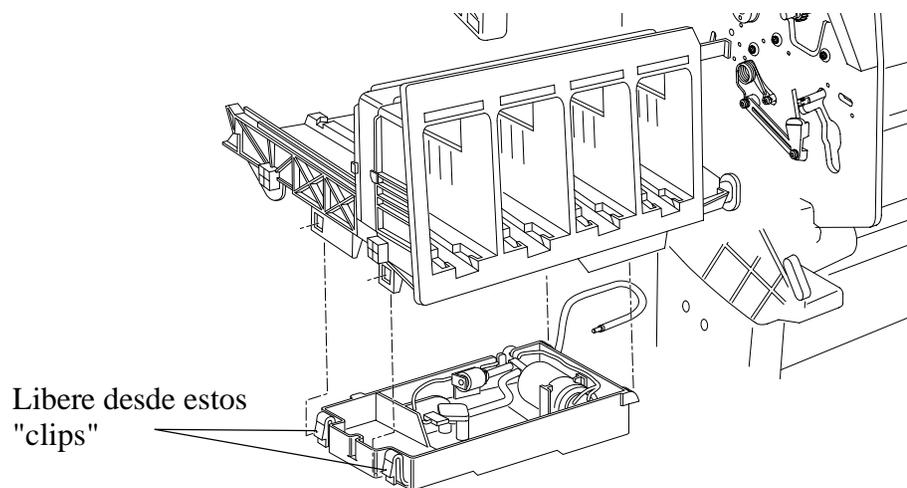

Figura 18: "Air Pressurization System"
3. Libere el APS de los "retaining clips" que se localizan debajo del ISS como se muestra en la Figura 18.